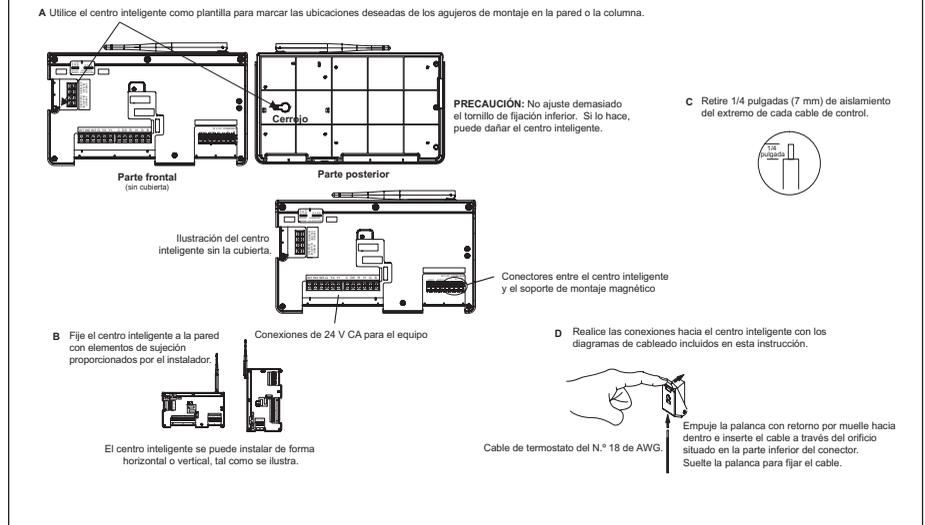

Figura 16. Instalación del centro inteligente
2. Utilice el siguiente procedimiento indicado en la "Figura 16. Instalación del centro inteligente" en la página 11.